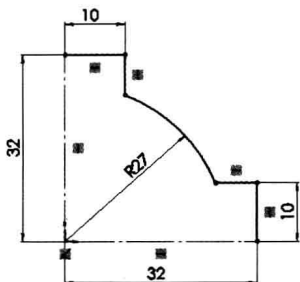

图 2-4 绘制截面草图
Step3 绘制截面草图。单击“草图”工具栏中的“中心线”按钮, 绘制垂直相交的中心线；再单击“草图”工具栏中的“直线”按钮和“圆心/起/终点画弧”按钮, 绘制直线段和圆弧；单击“尺寸/几何关系”工具栏中的“智能尺寸”按钮, 标注尺寸，如图 2-4 所示。